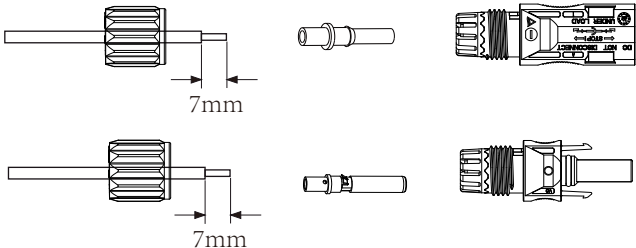

图3.3拆卸连接器盖形螺母
a) 将电池导线的绝缘层剥去7mm，拆下连接器的盖形螺母，将电池导线穿连接器的盖形螺母（见图3.3）。对其它导线重复此操作，应特别注意连接器的极性。